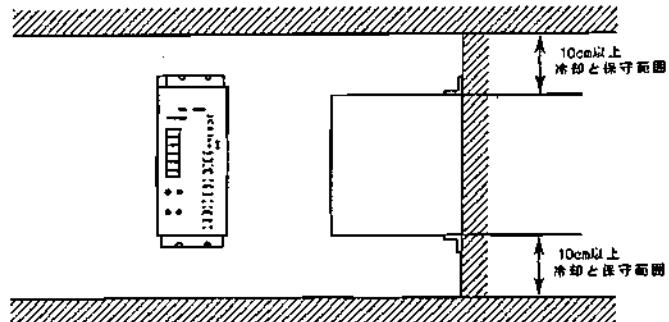

図2-3 コンバータとドライバ取付けと通気性
(2)上、下の空間は、10cm以上を確保するようにして下さい。(図2-3)